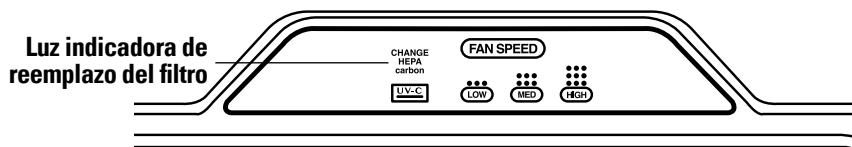

Figura 3
1. la luz indicadora Restablecer filtro en el panel de control se enciende para indicar que es el momento de reemplazar el filtro (Figura 3).